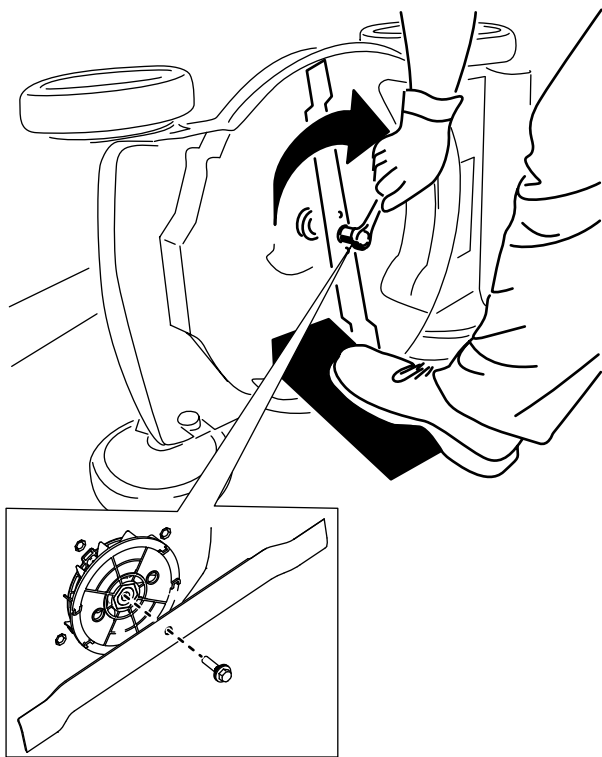

Figura 24
4. Instale la cuchilla nueva y el perno de la cuchilla (Figura 24).